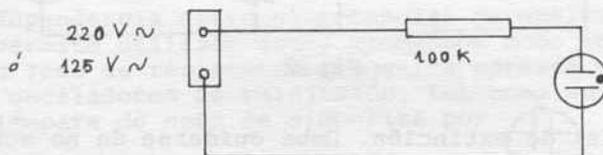

Fig.36
- P.6.- Montar el circuito de la figura (fig.36). Si se conectase a 120 V  $\sim$  en lugar de a 220 V  $\sim$ . ¿Se observaría alguna diferencia?